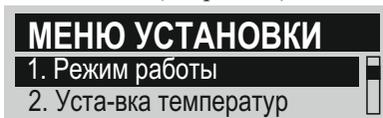

Рисунок 16
7.3.4 Возможности изменения режима и параметров прибора описаны в п. 7.4 настоящего руководства. Переход в режим меню установки осуществляется с помощью клавиши перехода в основное меню «≡ :» (см. рис. 16).